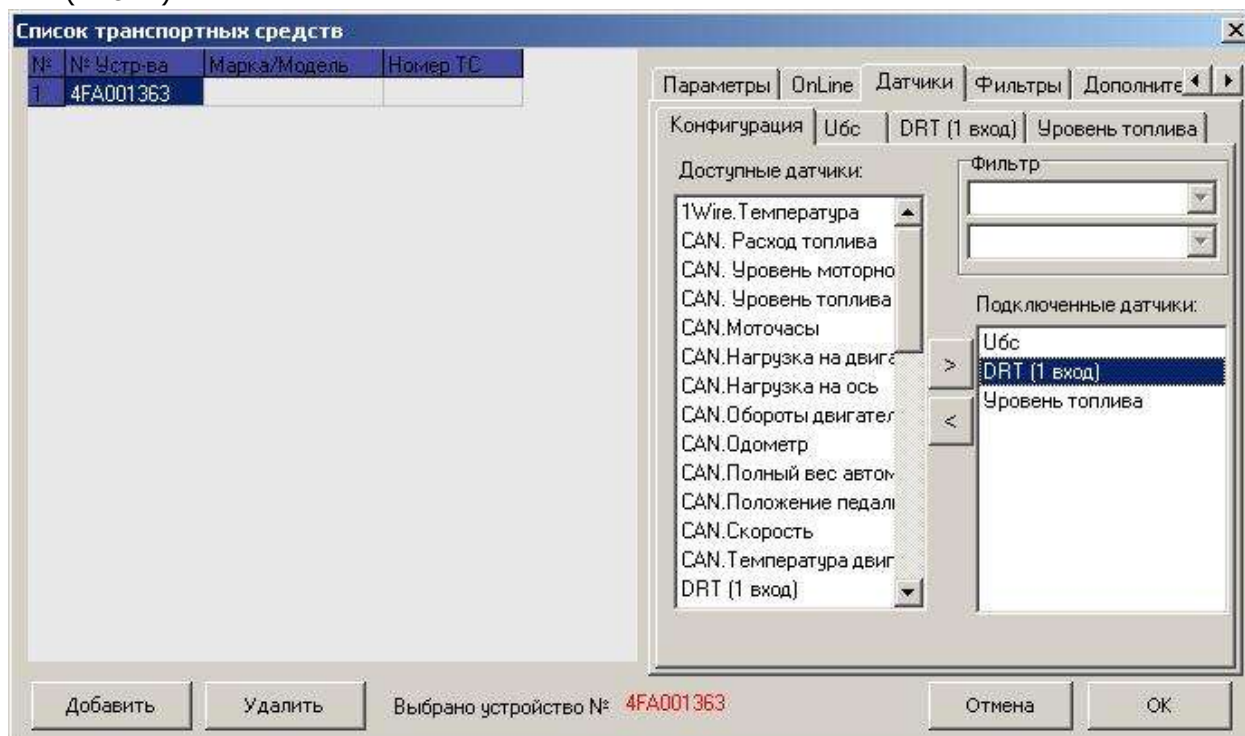

Рисунок 2
3.3. Настройки в аналитическом ПО LocarusInformer ver 4.7 терминала Locarus 702x (Рис. 2):